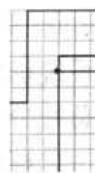

图 4-34 待命状态
- (1) 执行菜单命令 Place | Junction，或用鼠标左键单击电路绘图工具栏 Place Junction 按钮 ，或按下 Alt+P+J 键，即进入放置节点状态，状态栏指示系统当前状态。
- (2) 系统执行命令后，光标从箭头变成了十字光标并带上浮动节点。移动光标到需要放置节点的位置，单击鼠标左键放置一个节点。
- (3) 此时系统仍处于放置节点状态，可以继续放置其他节点，或者单击鼠标右键或按 Esc 键，退出放置节点状态返回到待命状态，如图 4-34 所示。